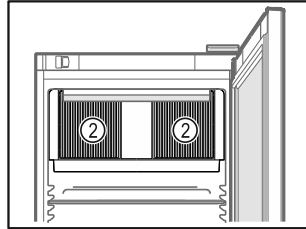

Fig. 61
- ❑ Odstąpić szczeliny wentylacyjne Fig. 61 (2) dmuchawy wewnątrz urządzenia.